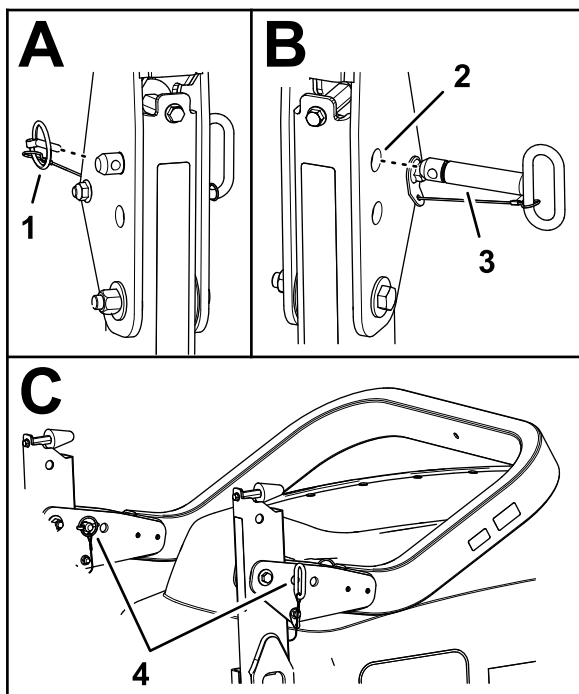

Рисунок 62
2. Извлеките шплинты с кольцами, которые крепят штифты защитной дуги на обеих ее сторонах (Рисунок 62).